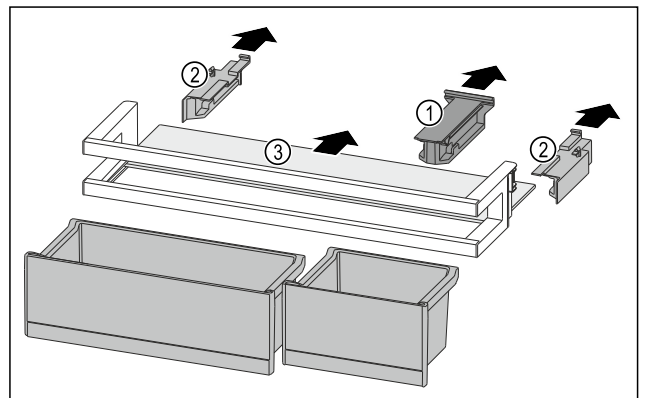

Fig. 118
- ▶ Halteteil Fig. 118 (1) abziehen.
- ▶ Seitenteile Fig. 118 (2) abziehen.
- ▶ Abstellfläche Fig. 118 (3) entnehmen.